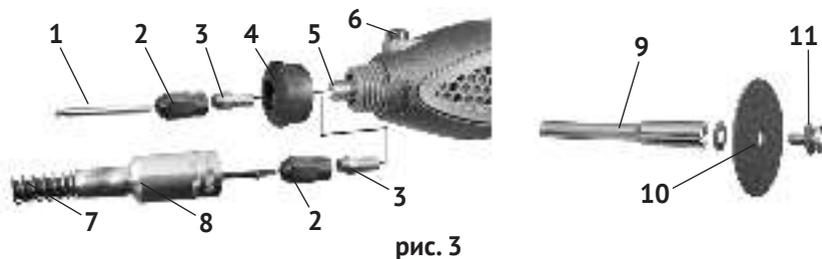

рис. 3
6.3 Установите в цанговый патрон необходимую рабочую насадку (см.рис.3).
6.4 Надёжно закрепите насадку в цанге, плотно закрутив зажимную гайку (рис.3 поз.2), при этом следует надёжно удерживать кнопку стопора (рис.3 поз.6).
6.6 Установка рабочего инструмента и гибкого вала (см. рис.3):
- открутить и снять пластиковую гайку (рис.3 поз.4) гравёра;
- нажав кнопку стопора (рис.3 поз.6), ослабить зажимную гайку цанги;
- затянуть, удерживая кнопку стопора, гайку цанги и прикрутить накидную гайку (рис.3 поз.8) гибкого вала на корпус гравёра вместо гайки (рис.3 поз.4).